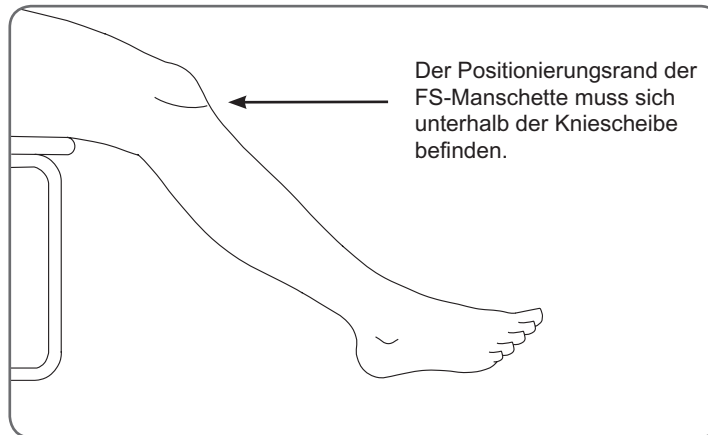

Abbildung 6-1: Empfohlener Kniewinkel zur Platzierung der L300-FS-Manschette
3. Strecken Sie Ihr Bein im Sitzen leicht aus, wie in Abbildung 6-1 gezeigt, sodass der Umriss der Kniescheibe deutlich sichtbar wird. (Stellen Sie den Fuß gegebenenfalls auf einer Fußbank ab.)